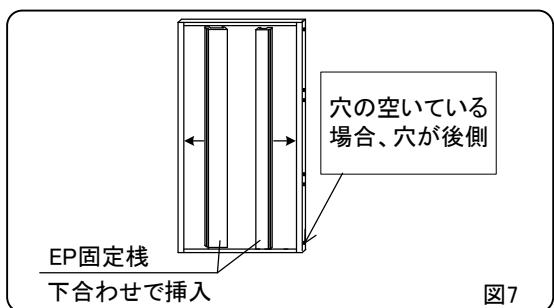

図7
- ①EP固定桿をパネル本体前後に下合わせで挿入してください。(図7)